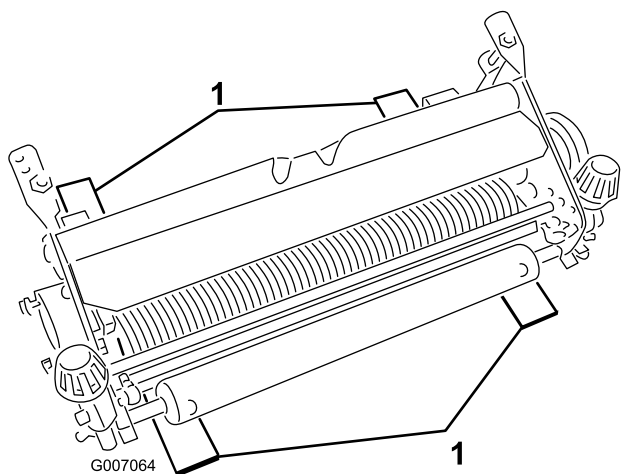

Figura 4
2. Amplasai 4 bare de distanțare, configurate la adâncimea de pătrundere dorită pentru lame, sub rolele frontală și posterioară ale unității pentru înlăturarea ierbii uscate (Figura 4).